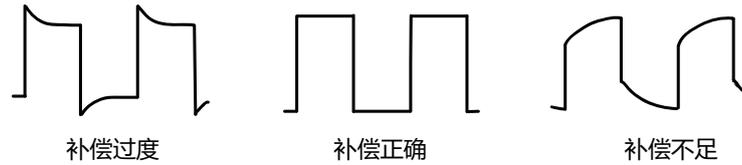

图 4.8 探头补偿
2. 检查所显示的波形形状并与 图 4.8 所得波形进行对比。